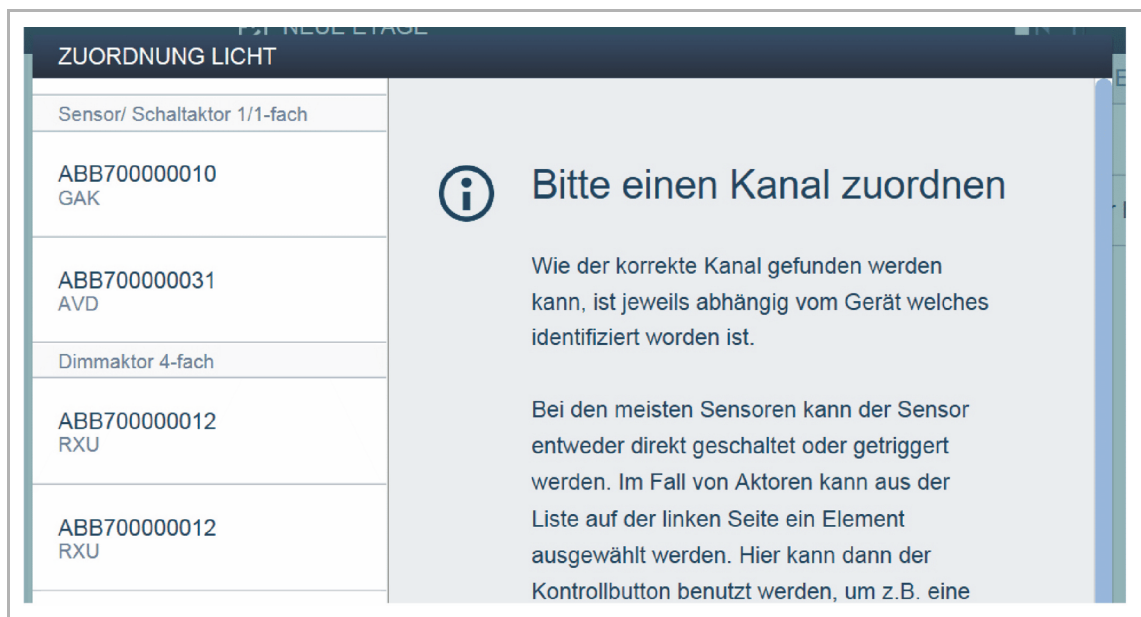

Abb. 29: Popup-Fenster mit passenden Geräten
- Ein Popup-Fenster öffnet sich, in dem alle Geräte aufgelistet werden, die an dem Bus angeschlossen sind und zur gewählten Anwendung passen (z. B. alle Jalousieaktoren, wenn die Jalousieanwendung gewählt wurde, siehe Abb. 29).